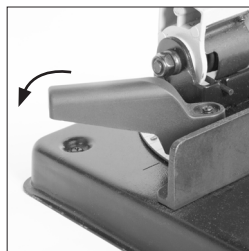

Fig. 6a
- Afloje el tornillo de bloqueo del mango palanca. **(Fig. 6a)**